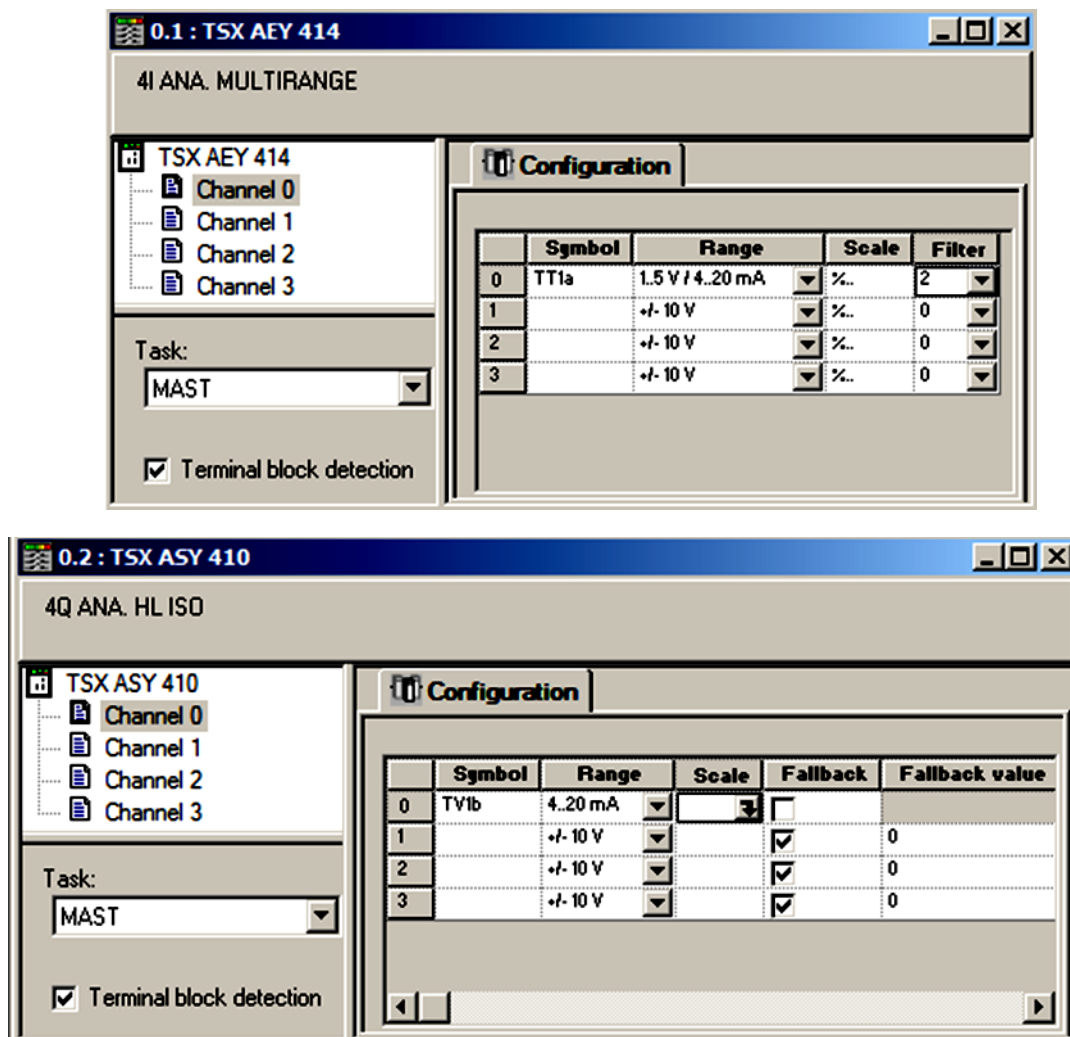

Рис.1.37. Конфігурація каналів модулів: зверху – вхідного модуля TSX AEY 414, знизу – вихідного TSX ASY 410.
Враховуючи, що програма користувача виконується в задачі MAST, оновлення вхідних змінних повинно проводитись на початку саме цієї задачі. Так само оновлення виходів значеннями вихідних змінних повинно проводитись в кінці задачі MAST. Для цього канали модулів TSX AEY 414 та TSX ASY 410 в апаратній конфігурації ПЛК налаштовуються на задачу MAST (рис.1.37).
30. Відкрити вікно конфігурування каналів модуля TSX AEY 414 (подвійний клік у *Project Browser->0:X BUS->0:TSX RKY6 -> 1:TSX AEY 414*); провести конфігурування каналів відповідно до рис.1.37 (зверху); зміни підтверджуються командою меню *Edit->Validate*.
31. Відкрити вікно конфігурування каналів модуля TSX ASY 410 (подвійний клік у *Project Browser->0:X BUS->0:TSX RKY6 -> 2:TSX ASY 410*); провести конфігурування каналів відповідно до рис.1.37(знизу); зміни підтверджуються командою меню *Edit->Validate*;